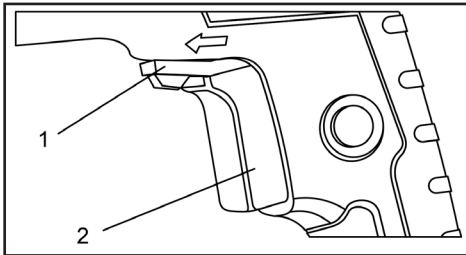

Fig.1
El control de Avance/Retroceso (1) está convenientemente montado frente al gatillo de control de velocidad (2) (Fig. 1). Para lograr que el taladro gire en el sentido de las agujas del reloj para perforar, empuje el Control de Avance/Retroceso hacia la derecha. Para hacer girar el taladro en sentido contrario a las agujas del reloj, gire el Control de Avance/Retroceso hacia la izquierda.